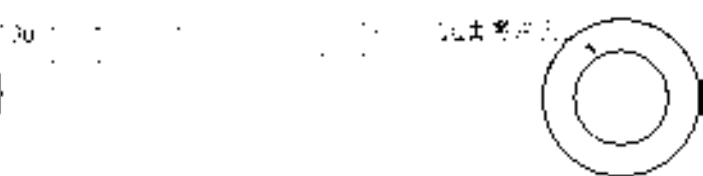

图 5.6.3 “注解弯头”选项
- 注解弯头**：将几何公差附着在注解弯头（即注解引线的水平部分）上，如图 5.6.3 所示，其中，注解须是系统自动生成的注解或在零件模式中添加的注解。